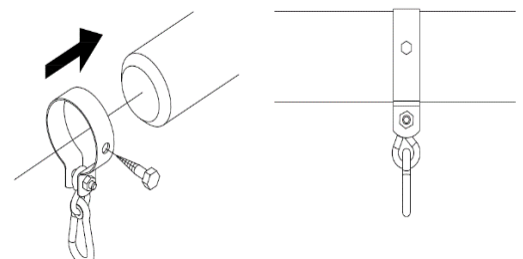

figure 3
19. Installation correcte de la fixation de la balançoire à la poutre en bois du portique (figure 3). La vis à bois en zinc de 8x40 qui est nécessaire pour la fixation additionnelle du produit n'est pas incluse dans l'ensemble.